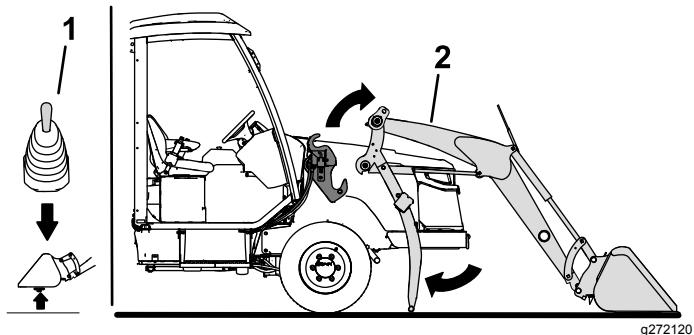

Figura 46
4. Utilice el joystick de la cargadora para elevar los brazos de carga fuera de los soportes del bastidor de la cargadora (Figura 46).